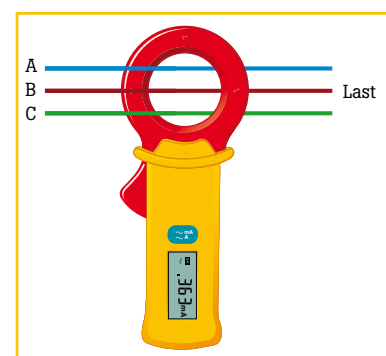

Abbildung 2
durch Anlegen der Strommesszange an alle dreiphasigen Leiter. Wenn ein Neutralleiter vorhanden ist, sollte die Strommesszange an diesen und die Phasenleiter angelegt werden. Der angezeigte Wert spiegelt den gegen Erde (PE) fließenden Strom wider. (Siehe Abbildung 2)